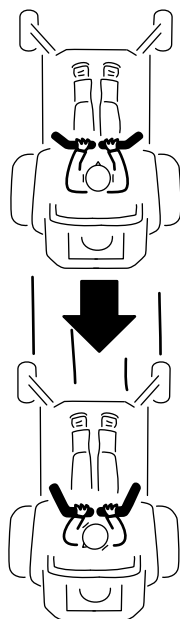

Figura 21
- 2. Para ir hacia atrás, tire lentamente de las palancas de control de movimiento hacia atrás (Figura 21).